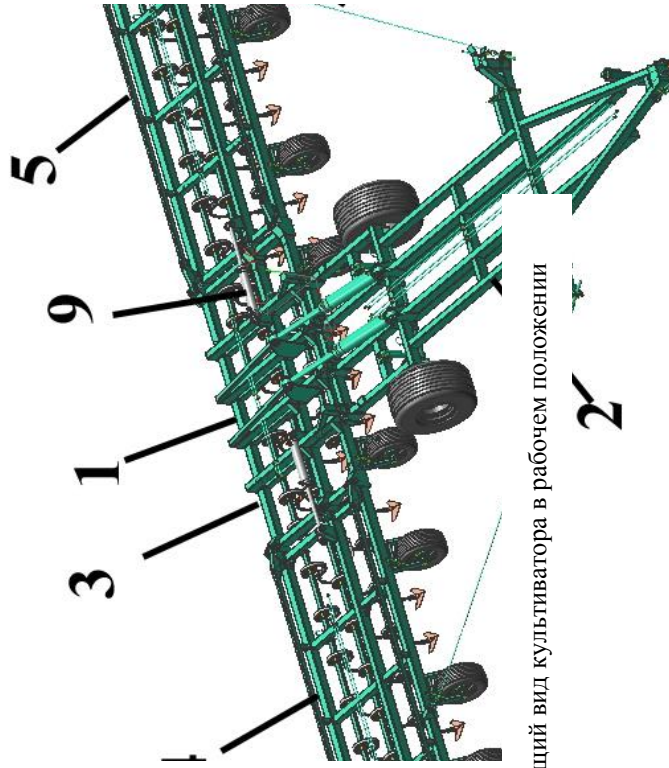

Рисунок 1 – Общий вид культиватора в рабочем положении
3.1 Культиватор КПМ-14/16 представляет собой прицепную машину, состоящую (рисунок 1) из рабочего полотна 1, транспортной тележки 2, стяжек крыла 8, гидросистемы 9.
3.2 Рабочее полотно состоит (рисунок 1) из центральной секции 3, крыла правого 4, крыла левого 5, открылка правого 6 и открылка левого 7. На рабочем полотне установлены копирующие колёса 9 с винтом регулировки глубины обработки, а также рабочие органы 10.
4.1.6 Установить растяжки и подтянуть с помощью винтов (см. рис.1).